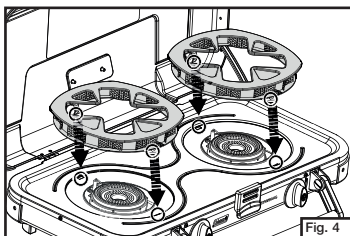

Fig. 4
- Installer le support de plaque coupe-vent comme montré (Fig. 4). Placer le contenant/plaque de cuisson directement sur le support de plaque.